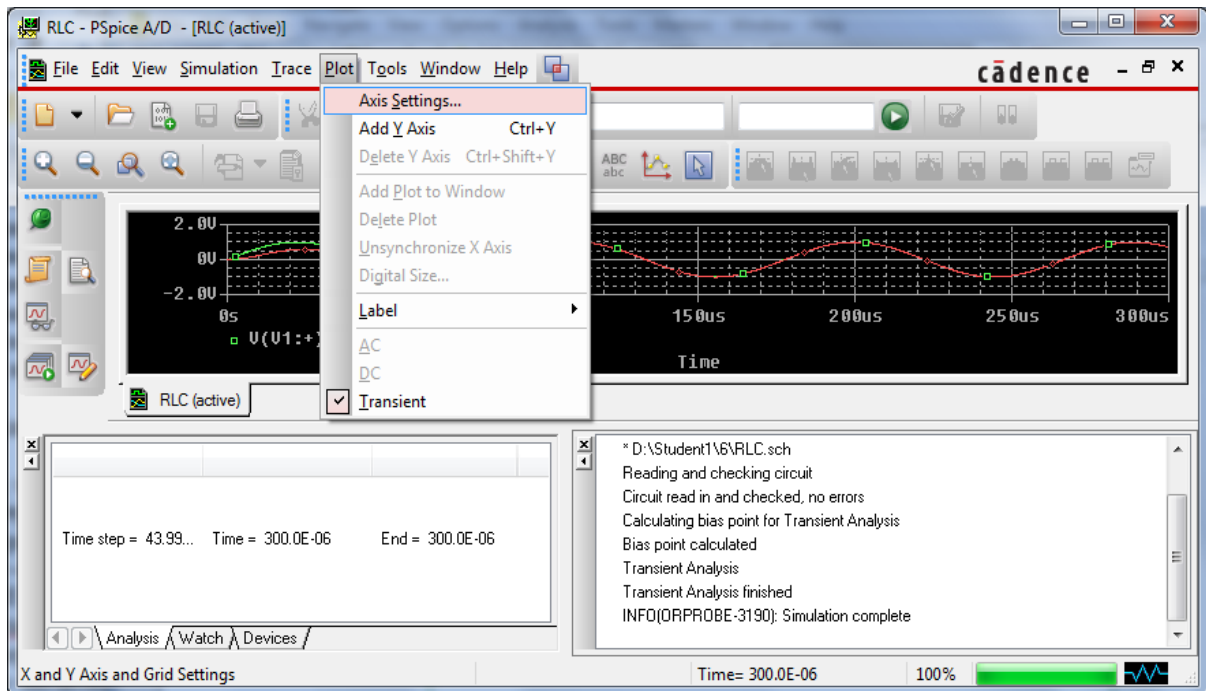

Рисунок 6.3 – Меню *Plot*
3. Для цього відкрийте в *Probe* меню *Plot*, в якому містяться опції, що дозволяють вносити зміни в графічне відображення результатів моделювання (рис. 6.3).